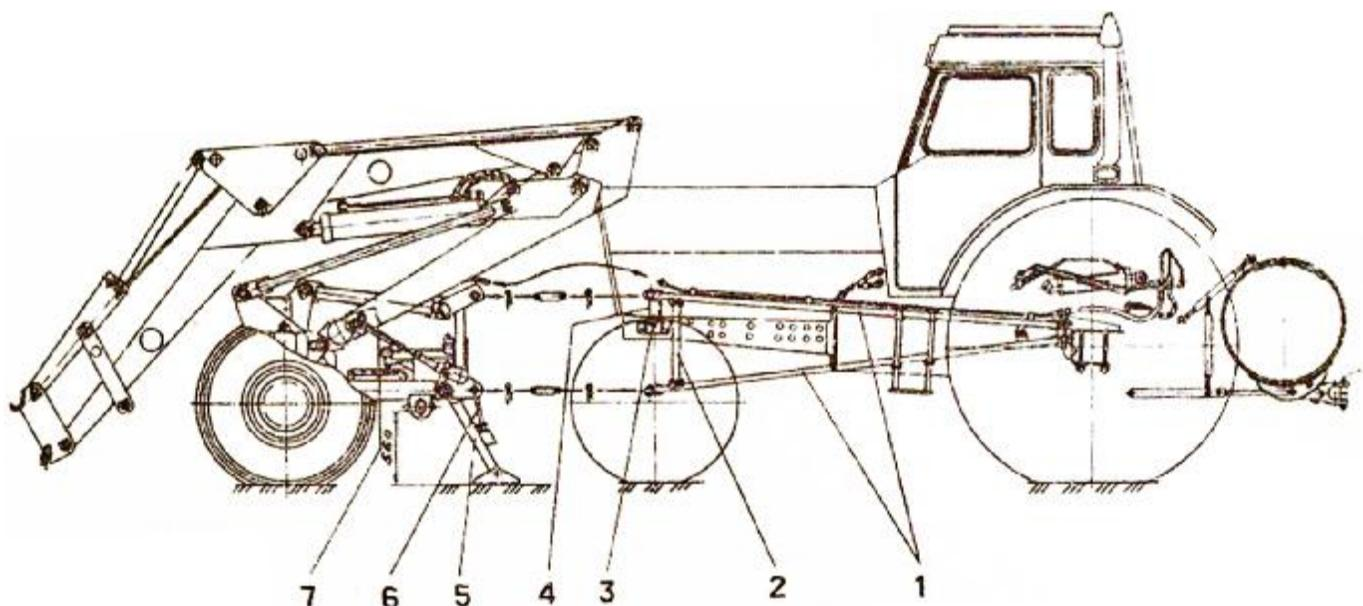

Рис. 7 Подсоединение погрузчика к трактору
Погрузчик перед подсоединением к трактору должен быть собран, установлен на твердой ровной поверхности и опираться на ходовые колеса и откидную опору 5 (рис. 7). Рама навески, при помощи регулируемой тяги 6, должна быть зафиксирована на высоте 560мм от нижнего края поперечной трубы до поверхности земли.
- комплект тяг с тремя гидравлическими трубками и подножкой установить с левой стороны трактора на его рукав задней полуоси и на кронштейн 3 (рис. 7), ранее установленный на переднем брусе трактора;
Уменьшением длины тяг 6 (рис. 7) и регулировкой тяг 7 совместите кронштейны рамы с тягами 1 и зафиксируйте их ранее вынутыми осями со шплинтами.
Установите откидную опору 5 (рис. 7) погрузчика в транспортное положение. Для этого передвиньте гайку с шайбами вверх по тяге 6 и выведите ее из зацепления с откидной опорой 5. Переместите гайку с шайбами вниз по тяге и затяните с обратной стороны жесткостей откидной опоры, поднятой в транспортное положение.
Снимите тяги 7 (рис. 7), в противном случае работа рамы подъема невозможна (тяги служат только для удобства агрегатирования)!